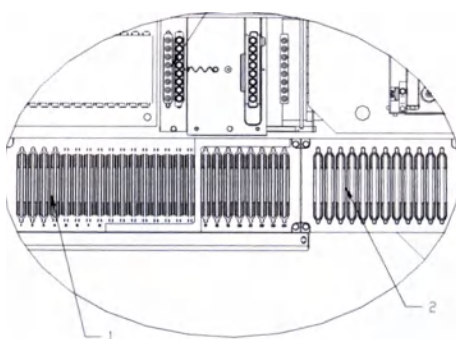

Рис. 4-5: Место загрузки и разгрузки карт
- **Блоки для инкубации карт (Рис. 4-5 (1)):** Имеются два блока, которые могут нагреваться до двух различных температур: 24 °С или 37 °С. Они используются для инкубации карт в соответствии с температурой и временем, требуемым для используемой технологии.
- **Сервисная подставка (Рис. 4-5 (2)):** Место, куда оборудование помещает карты, которые не могли быть корректно считаны, или которые имеют результаты, вызывающие сомнение. Сюда также помещаются наполовину использованные карты, которые не выбрасываются на тот случай, если они могут быть использованы в следующей партии.
- **Подставка для карты, подлежащей использованию в случае дисбаланса (Рис. 4-5 (3)):** Данная подставка используется для держания резервной карты, которая используется только в случае, когда центрифуга не сбалансирована при загрузке партии карт. В таком случае оборудование поместит карту в подходящее положение в центрифуге для ее корректного функционирования.